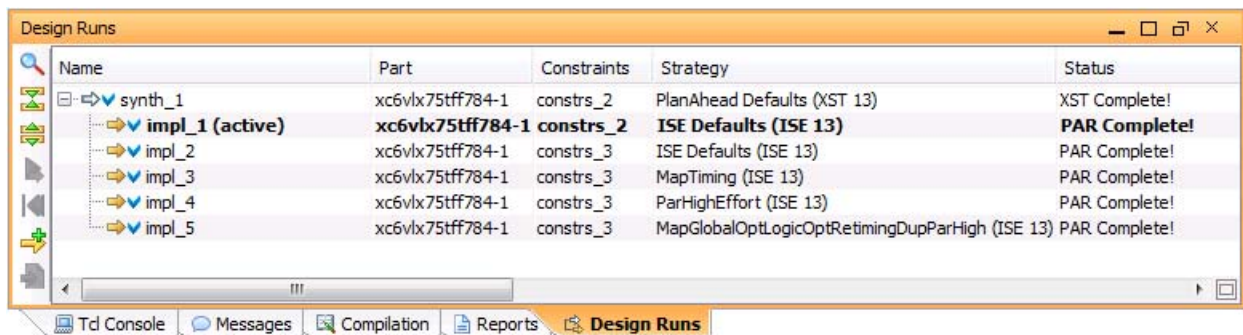

図 4 : impl_1 がアクティブになった [Design Runs] ビュー
4. [Design Runs] ビューで [impl_1] がアクティブになっていることを確認します (図 4)。必要であれば、[impl_1] を右クリックし、[Make active] を選択します。